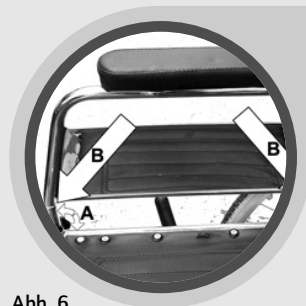

Abb. 6
- Drehen Sie die kleine Sternschraube am Vorbau des Rollstuhls nach links (A)
- Ziehen Sie nun das Seitenteil nach oben heraus (Abb. 6)
- Stecken Sie das Seitenteil vorn und hinten in die Rahmenaufnahme (B)
- Drehen Sie die Sternschraube rechts herum wieder fest (A)(Abb. 6)